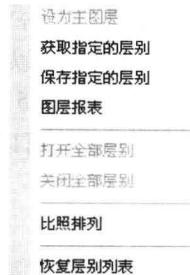

图 1-6 打开或关闭全部层别列表
- (1) “突显”单元格代表该图层的显示或隐藏状态,取消勾选时该图层处于隐藏状态。
- (2) 单击“全部开”或“全部关”按钮将同时打开或关闭所有的图层。
- (3) 可以在单元格中单击鼠标右键,在弹出的快捷菜单中选择“打开全部层别”或“关闭全部层别”设置所有图层的打开或关闭状态,如图 1-6 所示。